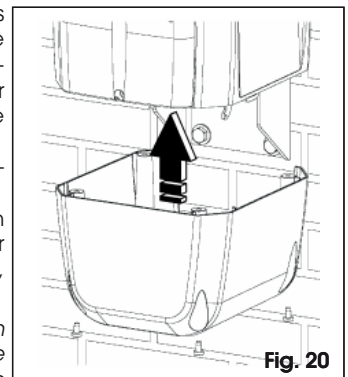

Fig. 20
10. Monteer de onderkant van de behuizing met de vier bijgeleverde schroeven, Fig. 20.